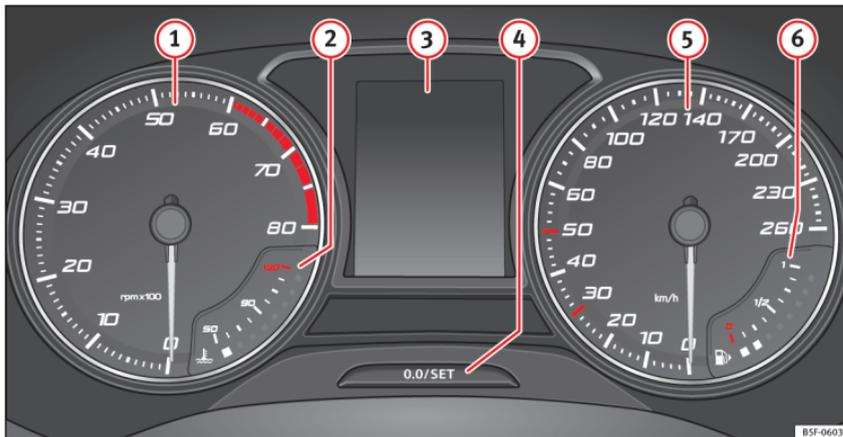

Abb. 114 Display des Kombiinstruments in der Instrumententafel.
» **Abb. 114:**
Der Drehzahlmesser zeigt die Motordrehzahl pro Minute an » **Abb. 114** ①.
Die Nadel des Drehzahlmessers ① » **Abb. 114 darf den roten Bereich nur für einen kurzen Moment erreichen, andernfalls besteht die Gefahr eines Motorschadens.**
Beim Einschalten der Zündung können auf dem Display des Kombi-Instruments » **Abb. 114** ③ je nach Fahrzeugausstattung verschiedene Informationen angezeigt werden:
- Drücken Sie kurz die Taste »» **Abb. 114**  um den Tageskilometerzähler auf 0 zurück zu setzen.
- Zum Einstellen der Uhrzeit die Taste »» **Abb. 114**  länger als 3 Sekunden gedrückt halten, um die Anzeige für Stunden oder Minuten auszuwählen.
Die Taste »» **Abb. 114**  länger als 15 Sekunden gedrückt halten, um die Motorkennbuchstaben (MKB) des Fahrzeugs anzuzeigen. Dazu muss die Zündung ein- und der Motor ausgeschaltet sein.
Die Kühlmitteltemperaturanzeige **②** » **Abb. 114** arbeitet nur bei eingeschalteter Zündung. Um Motorschäden zu vermeiden, beachten Sie bitte die folgenden Hinweise zu den Temperaturbereichen.